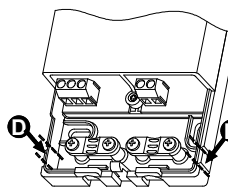

Fig. 4
Kabelindføring i siden: Fjern, ved hjælp af en passende tang, plastiktænderne, der er vist ved hjælp af pile i (D) Fig. 4